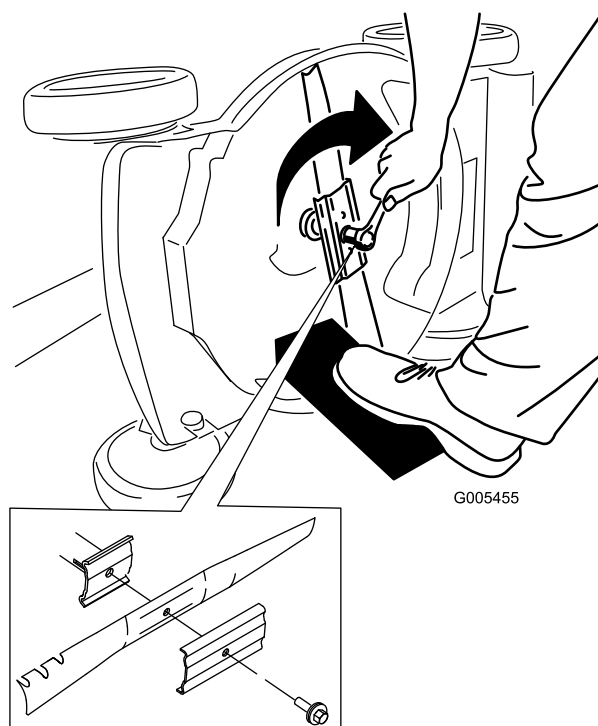

Figura 28
5. Montate la nuova lama usando la bulloneria di montaggio (Figura 28).
1. Ruotate la manopola di regolazione in senso antiorario per allentare la regolazione del cavo (Figura 28).
2. Regolate la tensione dei cavi (Figura 28) tirandoli indietro o spingendoli in avanti e poi mantenendoli in quella posizione.